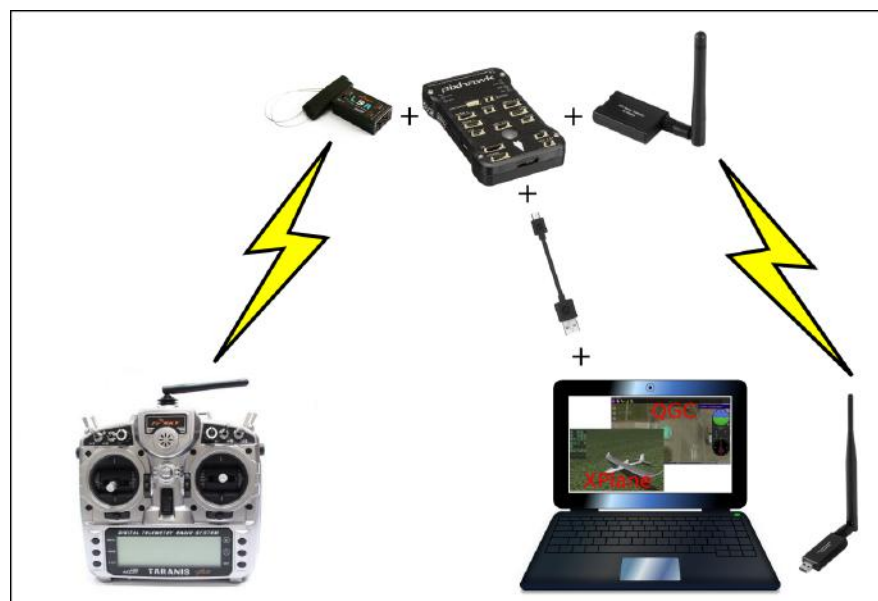

Figura 3.1: Esquema da arquitetura de HITL montada.
A Figura 3.1 mostra a Estação de Controle de Solo (GCS) rodando os softwares QGroundControl e XPlane. O transmissor de Rádio Controle (RC) se comunica com o receptor de rádio de acoplado no piloto automático Pixhawk. Por sua vez, o piloto automático através do módulo de telemetria (air) envia suas informações recebidas para o módulo de telemetria (ground).